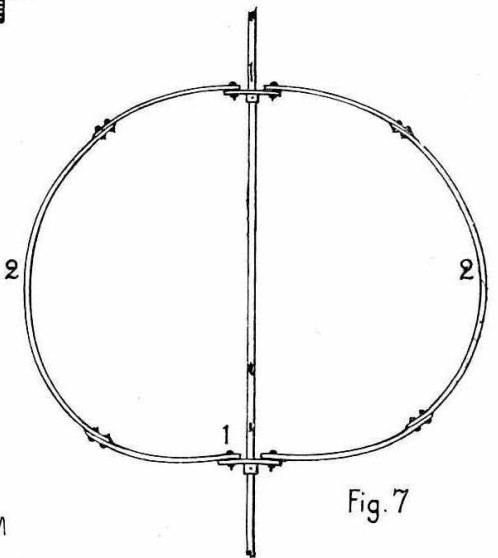

Fig. 7
l'aide de bandes de 34 cm. et de 14 cm. (2) fixées à des roues barillet (1), on construit l'appareil de la figure 7 ; on le monte sur un grand axe vertical fixé au bâti de la figure 1 à la place de l'axe n° 1. Si l'on met le système en rotation, on voit le cercle se déformer, s'aplatir à ses pôles pour se renfler à son équateur suivant la ligne pointillée.